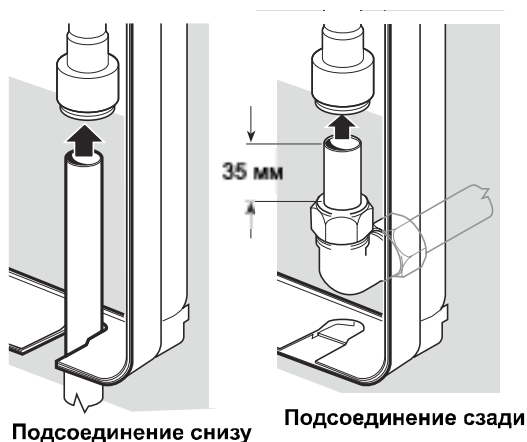

Рис. 11 Подсоединение трубы холодного водоснабжения
6.9 Водонагреватель может быть подсоединен к трубе холодного водоснабжения диаметром 15 мм при помощи цангового фитинга (см рис. 11).
6.17 Подсоедините трубу холодного водоснабжения к точке входа холодной воды в водонагреватель (цанговое соединение, см рис. 11).